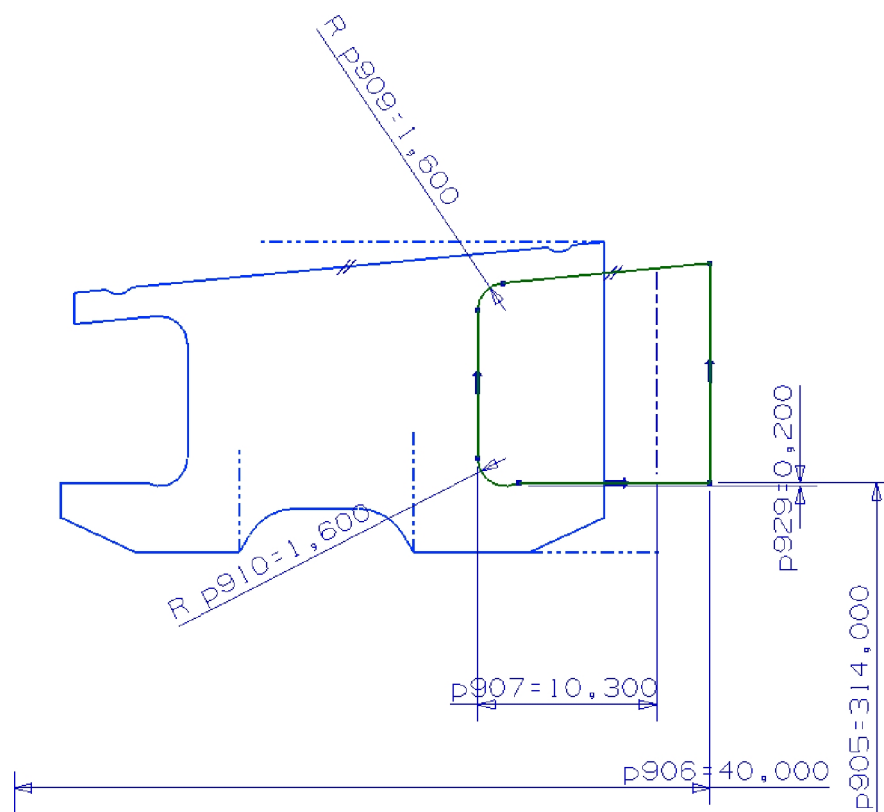
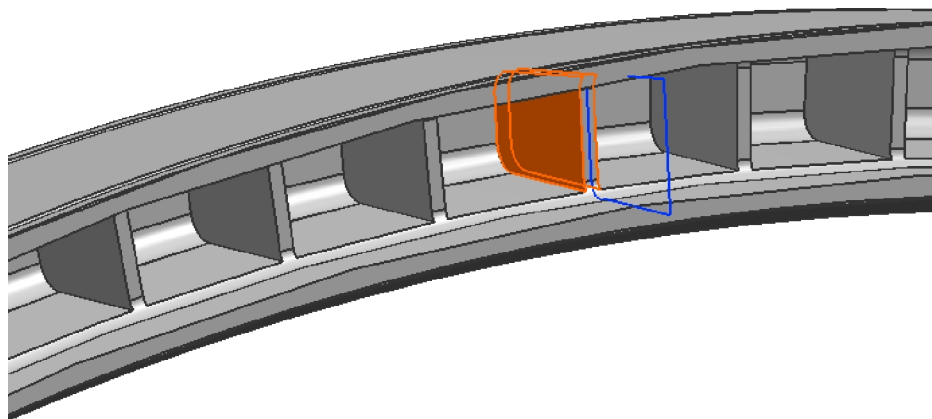

Рис. 90. Эскиз кольцевой выборки
Рис. 91. Построение выборки
9. Создайте кольцевую выборку в проставке. Создайте вспомогательный эскиз и постройте меридиональное сечение выборки (показано линиями зеленого цвета на Рис. 90). Используя полученное сечение выборки, создайте тело вращения: **Revolved Body: Insert** → **Design Feature** → **Revolve...** Выберите в графической области созданный эскиз, нажмите **OK**. Выберите метод получения **Axis and Angle**. В качестве вектора, вокруг которого будет выполнено вращение эскиза, выберите **Datum Axis**, нажмите **OK**. Примем по умолчанию предлагаемый начальный угол 0 и конечный угол 360 градусов и нажмите **OK**. В **Boolean Operation** выберите опцию **Subtract**, нажмите **OK**. Результат показан на Рис. 91.